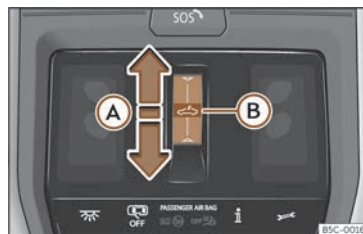

Fig. 82 En el revestiment interior del sostre: tecla del sostre de vidre.
- Moviment automàtic: feu lliscar el dit cap enrere sobre l'àrea funcional ➡ >>> **fig. 82 (A)**.
↩ >>> **fig. 82 (A)** i mantingueu-la pressionada fins que el sostre es tanqui completament.